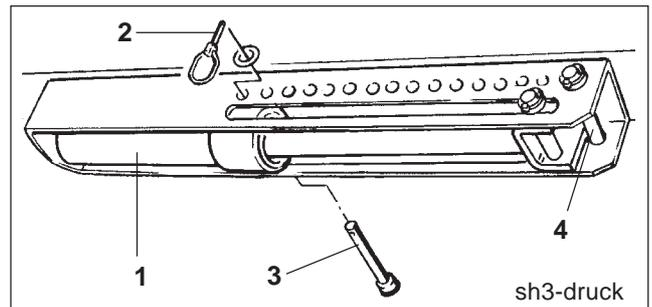

Fig. 22.6
Zwei Bolzen (Fig. 22.6/3 und Fig. 22.6/4) stecken als Anschlag des Hydraulikzylinders (Fig. 22.6/1) im Verstellsegment. Der Anschlag des Hydraulikzylinders liegt am Bolzen (Fig. 22.6/3) an, wenn der Hydraulikzylinder drucklos ist, und am Bolzen (Fig. 22.6/4) an, wenn der Hydraulikzylinder mit Druck beaufschlagt wird.
- Hydraulikzylinder (Fig. 22.6/1) mit Druck beaufschlagen.
- Bolzen (Fig. 22.6/3) in eine Bohrung der Lochgruppe einstecken und mit einem Klappstecker (Fig. 22.6/2) sichern.